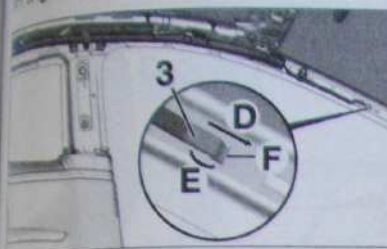

Fig. 12
Dégager le brin (3) suivant (D) puis (E) par l'orifice (F) (Fig. 12).